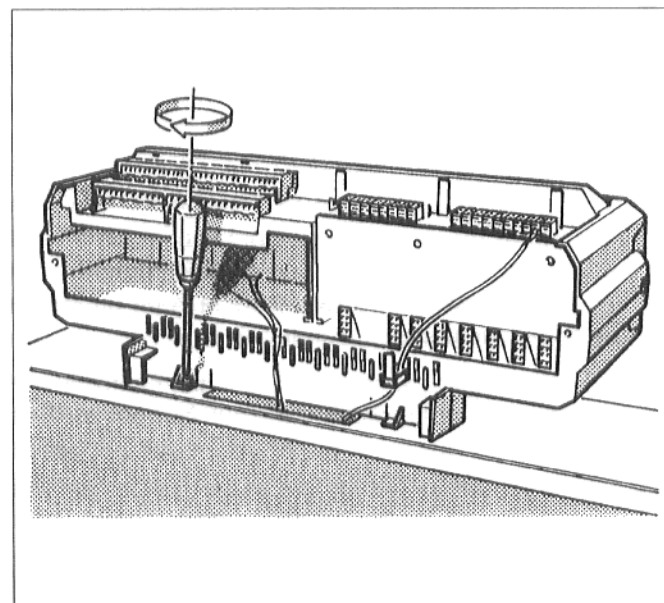

Fig. 16: Fixation du tableau de commande
- Fixer le tableau de commande à l'aide des 2 vis parker par les équerres arrières du boîtier situées à côté du passage de câble (Fig. 16)